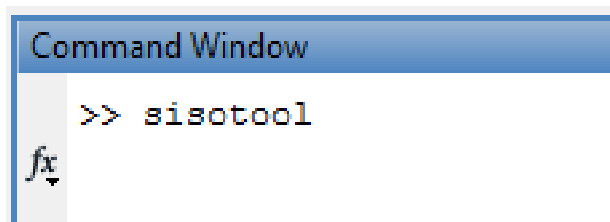

Figura 63. Inicialización Herramienta de Sintonización Sisotool.
- Abra la herramienta Sisotool escribiendo en la pantalla *Command Window* de Matlab la palabra *sisotool* y oprima enter tal como se ve en la Figura 63.